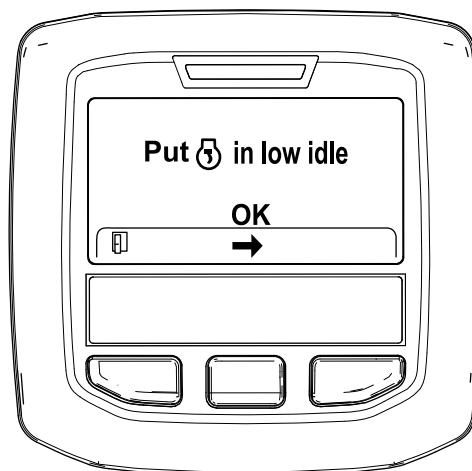

図 46
6. スロットルコントロールを低速アイドル位置にセットして、中央ボタンを押す図 46。